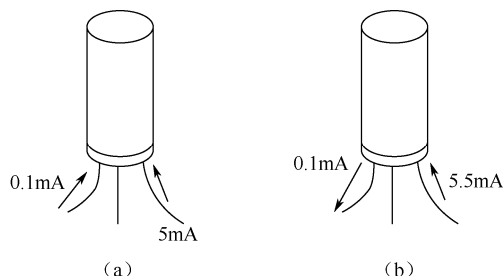

图 3-15 放大电路中的三极管
8. 工作在放大电路中的两只三极管, 其电流流向分别如图 3-15 (a) (b) 所示, 由此判别它的管型是 ( )。